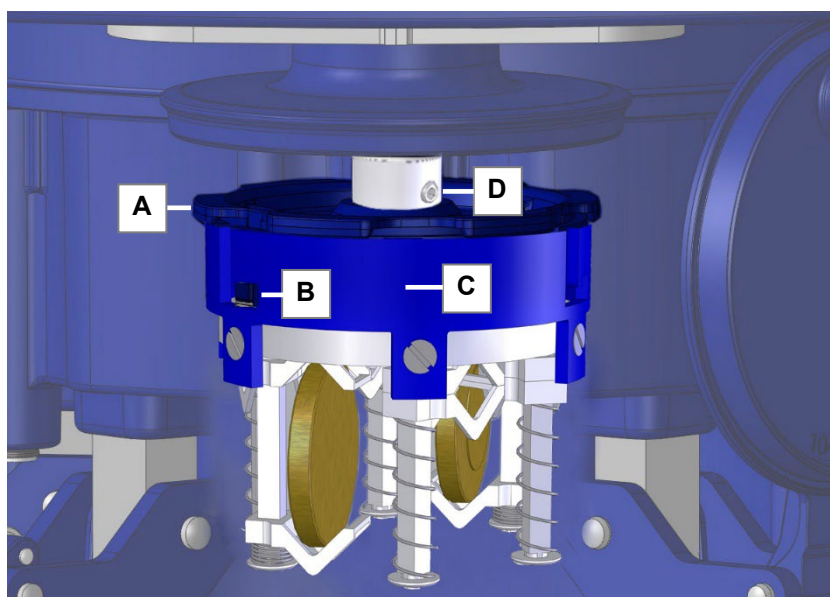

Fig. 6.3.1 Porte-mouvements accroché
Le porte-mouvements (*fig. 6.3.1.C*) est relié à la machine à l'aide d'un emboîtement à baïonnette au niveau du support (*fig. 6.3.1.A*).
Saisissez le support (*fig. 6.3.1.A*) à l'aide d'une main puis poussez le porte-mouvements légèrement vers le haut et tournez-le dans le sens inverse à celui des aiguilles d'une montre pour l'extraire des dispositifs de verrouillage (*fig. 6.3.1.B*).
- A Support** pour panier de nettoyage et porte-mouvements. Lors du retrait du porte-mouvements, le support reste vissé à l'arbre d'entraînement par le biais de la tige filetée (*fig. 6.3.1.D*).
Fixez ensuite le porte-mouvements dans le support de la machine (*fig. 6.3.1.A*).
Assurez-vous que le porte-mouvements soit correctement encliqueté dans le dispositif de verrouillage (*fig. 6.3.1.B*).